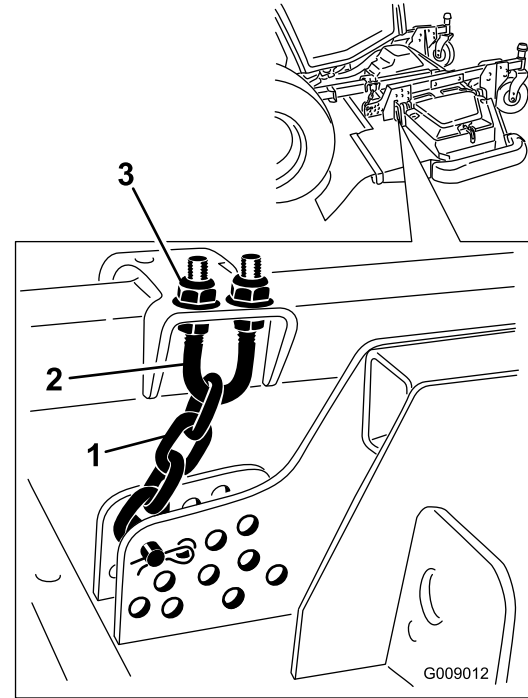

図 95
5. 刈高チェーンのUボルトの上側または下側についているジャムナットをゆるめる (図 95)。